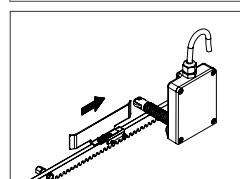

Рис. 16
5. Переместите пластину концевого выключателя в направлении открытия ворот (рис.16) до тех пор, пока индикатор концевого выключателя не погаснет (OFF); далее сдвиньте пластину в том же направлении еще на 20-30 мм и закрепите ее на рейке, используя крепеж из комплекта.